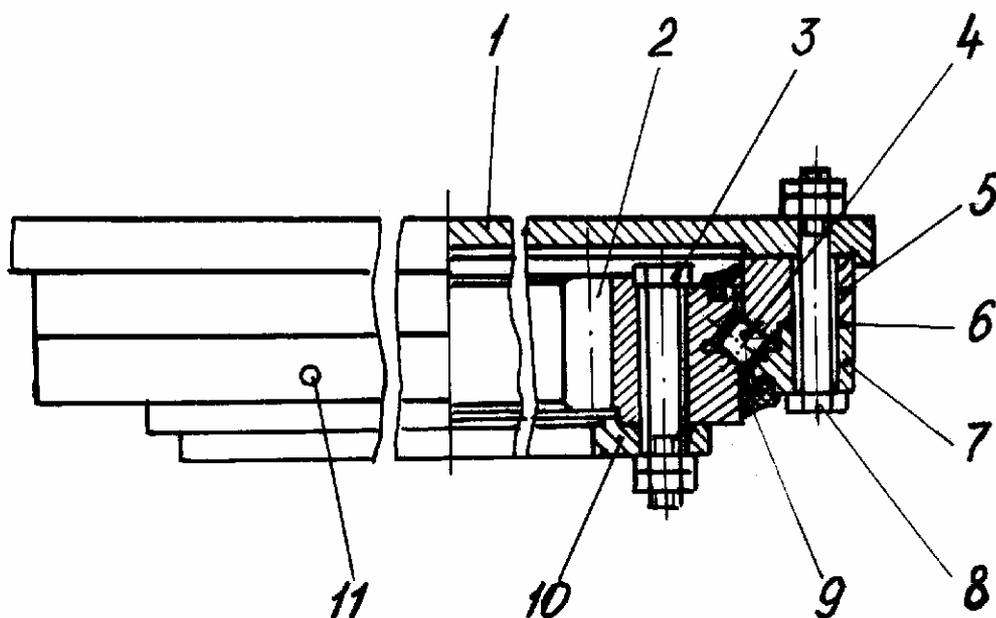

Рис. 17 Опорно-поворотное устройство
1.1. ОПОРНО-ПОВОРОТНОЕ УСТРОЙСТВО (РИС. 17)